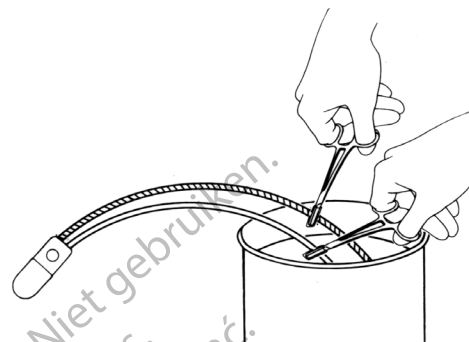

Figura 4-2b. Clampați tuburile cu capetele în soluția de umplere
4. În timp ce mențineți tuburile scufundate, folosiți pense hemostatice protejate cu tuburi pentru a clampa (la o singură creștătură) fiecare tub la 4 cm sau 5 cm de capăt. (**Figura 4-2b**)